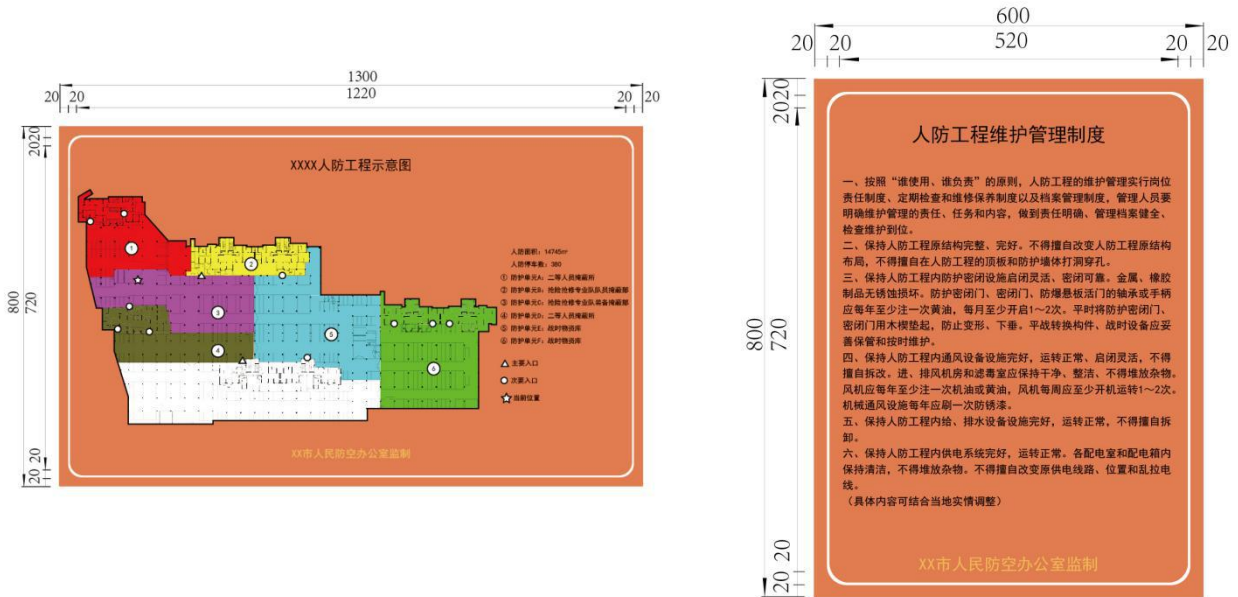

图 3 管理标识牌样式及尺寸示例
2. 《XXX 人防工程示意图》标识牌，标识牌内容包括工程总平面图、人防工程平面示意图、人防工程各防护单元功能信息等；具体《XXX 人防工程示意图》、《人防工程维护管理制度》标识牌内容见图 3。
5. 管理标识牌样式及尺寸示例见图 3。